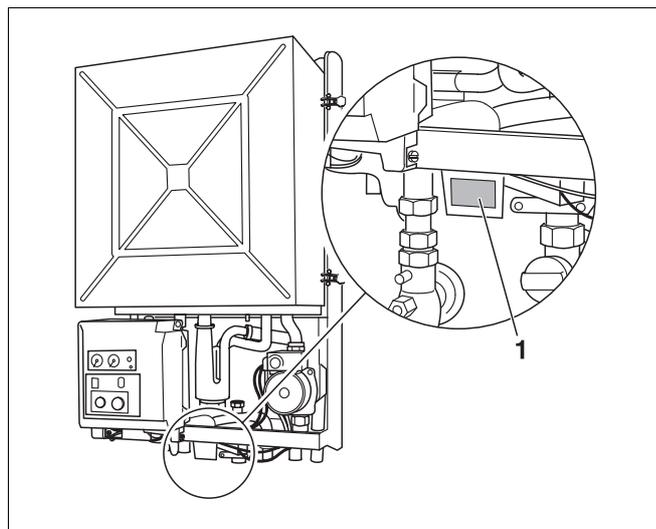
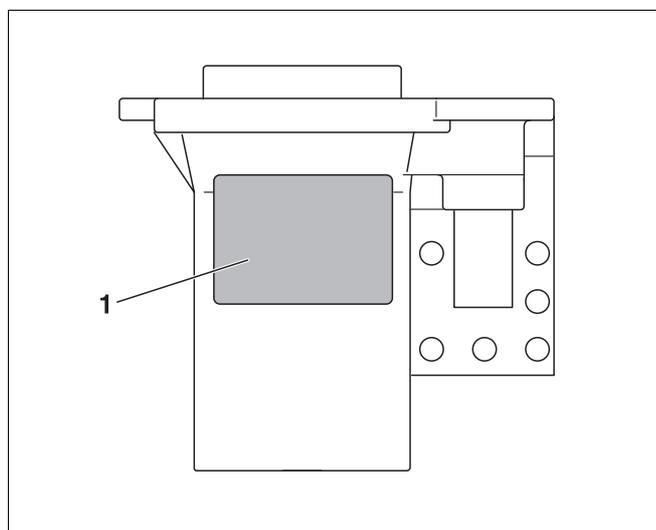

Abb. 55 Aufkleber
Abb. 56 Aufkleber
- Aufkleber (Abb. 55 und Abb. 56, Pos. 1) mit neuem Aufkleber (2 Stück, liegen Umrüstsatz bei) überkleben.